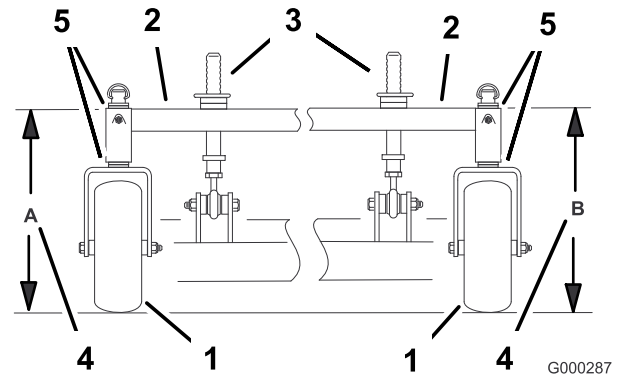

Figura 55
4. Mida la altura del bastidor de tiro en la posición **A** (Figura 55).
5. Mida la altura del bastidor de tiro en la posición **B** (Figura 55).